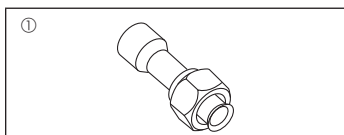

Fig. 1-1
1.6. Acessórios da unidade exterior (Fig. 1-1) (RP200/250)